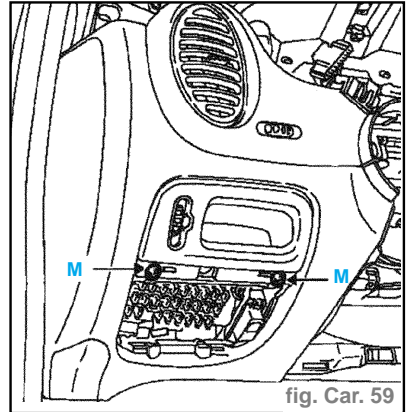

fig. Car. 59
- Déposer les deux vis (M) du bloc support de réglage de phares. (fig. Car. 59).